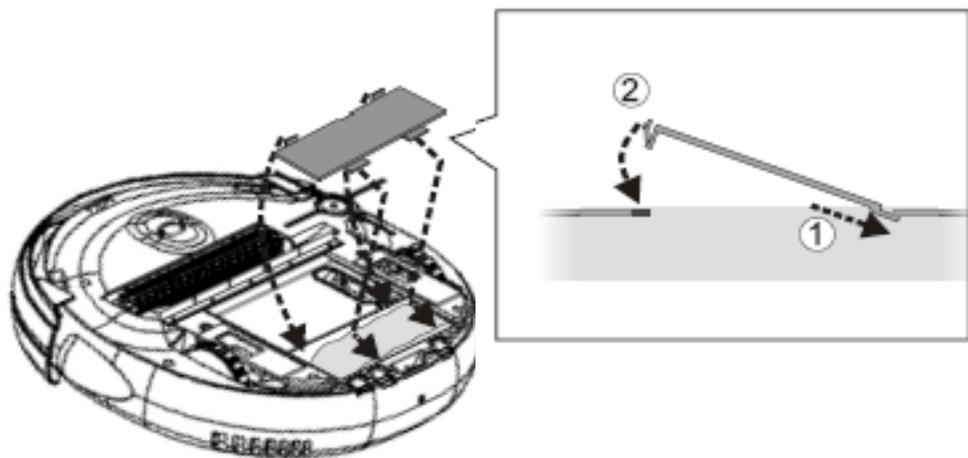

figura 3
4. Rimettere a posto il coperchio della batteria, prima inserendo le linguette nelle scanalature della parte posteriore dell'unità ed in seguito premendo sulla facciata frontale della copertura della batteria fino a che le linguette di plastica non scattino nell'alloggiamento, nella figura 3.